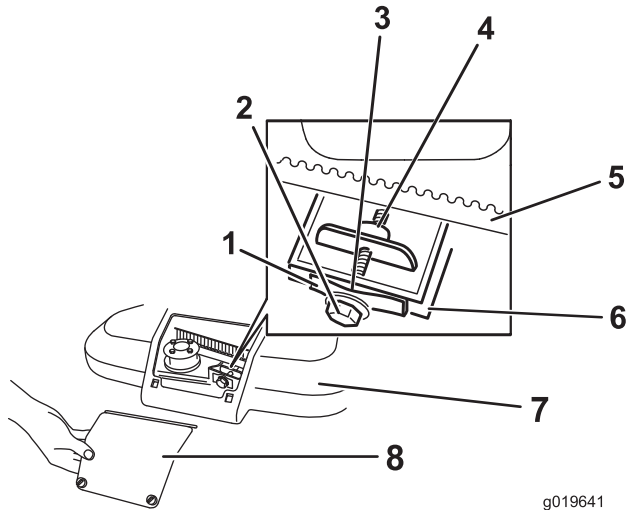

Figure 39
1. Desserrez les 2 vis qui se trouvent sur le panneau du couvercle de courroie, et déposez le panneau (Figure 39).
3. Tenez une jauge d'épaisseur de 0,26 mm, un morceau de papier, ou une petite carte contre la paroi et faites-le(la) glisser derrière le ressort de tension de courroie (Figure 39).
Remarque: S'il y a un espace visible entre la jauge et le ressort, serrez le boulon et l'écrou de réglage jusqu'à ce que le papier puisse juste passer dans l'espace (Figure 39).